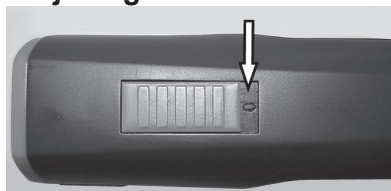

Fig. 4 Kontakt i OFF-position ("0")
1. Kontroller klipperens kontakter (1) og batteriet (2) for fremmedlegemer og forurening.
2. Kontroller, at kontakten på klipperen er i OFF-position ("0") (Fig. 4).
3. Sæt batteriet (2) ind i klipperen (3), indtil batteri-interlock'en (1) har fat på begge sider.
4. Sæt klipperen inklusive batteri (1) eller reservebatteri (2) ovenfra og uden vold ned i opladerfordybningen på opladerstationen.
6. Batteri oplader. Kontrolllyset lyser rødt (3) under opladningen. Så snart batteriet er opladet 90%, skifter det grønne kontrollys til grønt og opladeren skifter til flydende opladning.
1. Sæt kontakten i position "0" (Fig.4).
2. Skub batteri-interlock'en (2) på begge side indad, og træk batteriet (1) ud af klipperen.
3. Sæt det ladte batteriet (1) ind i klipperen (2), indtil batterilåsen er gået i hak på begge sider.